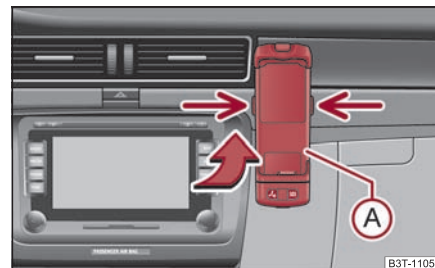

Fig. 153 Pré-équipement téléphonique universel pour le téléphone
- Poussez d'abord l'adaptateur **(A)** dans le sens de la flèche ⇒ page 145, fig. 153 jusqu'à la butée dans le porte-téléphone. Faites légèrement descendre l'adaptateur afin qu'il se bloque.
- Appuyez simultanément sur les verrouillages latéraux du support et sortez celui-ci et l'adaptateur ⇒ page 145, fig. 153. ■